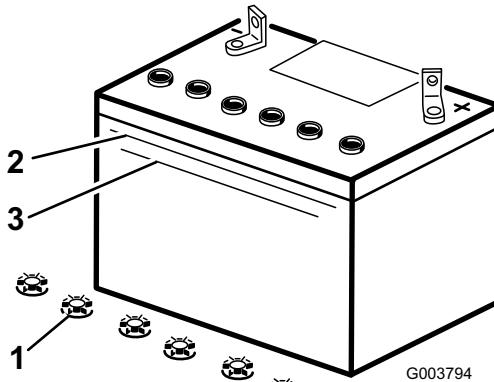

Figura 38
2. Osservare il fianco della batteria. L'elettrolito deve raggiungere la linea superiore (Figura 38). Non lasciare scendere l'elettrolito sotto la linea inferiore (Figura 38).
3. Togliere i tappi di rifornimento dalla batteria (Figura 38).
raggiunge la linea superiore (Figura 38) sulla scatola della batteria.
5. Attendere cinque o dieci minuti dopo avere riempito gli elementi della batteria. All'occorrenza, aggiungere acqua distillata finché l'elettrolito non raggiunge la linea superiore (Figura 38) sulla scatola della batteria.